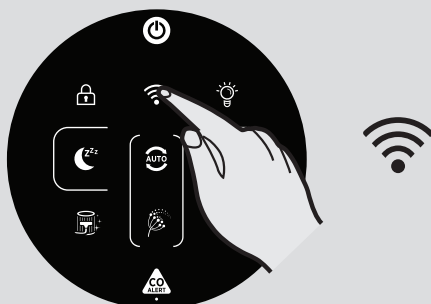

Fig. 4
5. Certifique-se de que o seu H-Purifier está ligado. Prima e mantenha premido o botão Wi-Fi no visor durante 5 segundos. Ouvirá um sinal sonoro e o botão Wi-Fi começa a piscar para indicar que está a aguardar uma ligação. [Fig. 4]